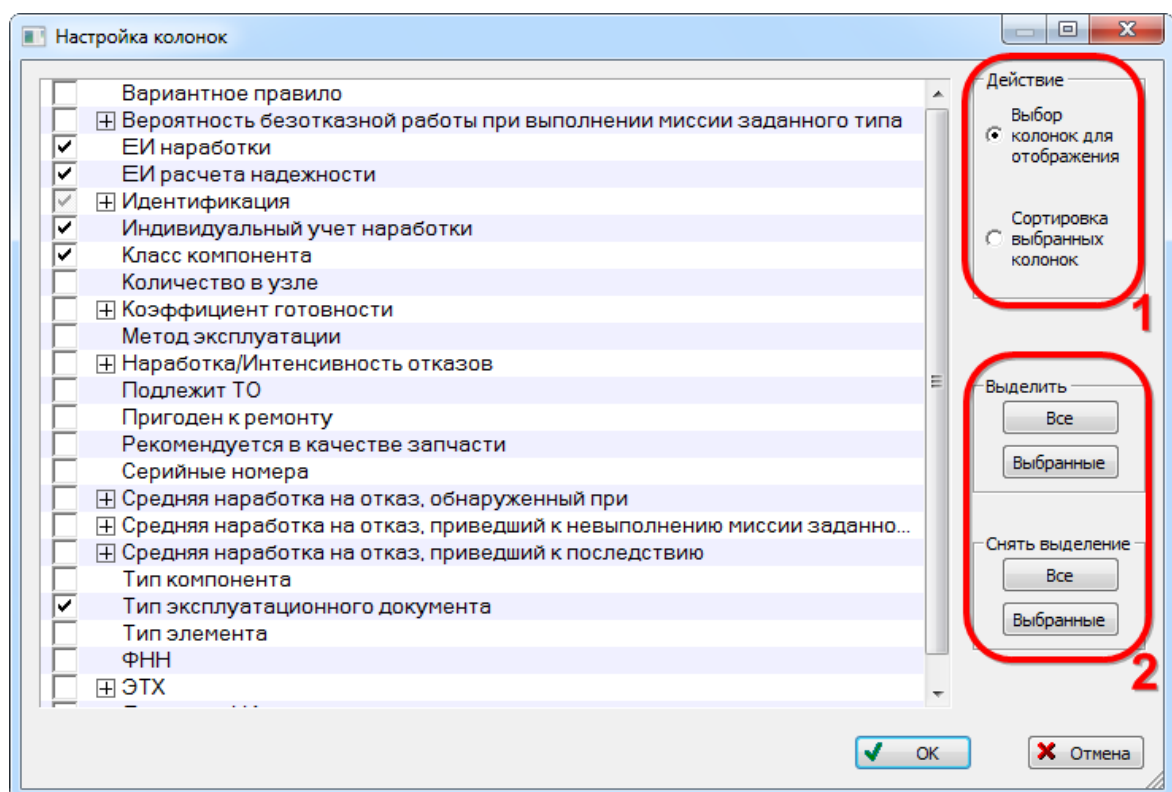

Рис. 5-18 – Окно «Настройка колонок» в режиме «Выбор колонок для отображения»
- 2) По умолчанию это окно открывается в режиме «Выбор колонок для отображения», приведенном на рис. 5-18 (в случае рабочего окна «Логистическая структура»).
3) Режим окна «Настройка колонок» выбирается с помощью установки переключателя в блоке «Действие» (1 на рис. 5-18).
5) Для отображения колонки в рабочем окне нужно установить флаг слева от ее названия. Можно выделить несколько колонок в списке и использовать специальные кнопки для установки или снятия флагов (2 на рис. 5-18). Для выделения нескольких колонок используются клавиши SHIFT и CTRL.